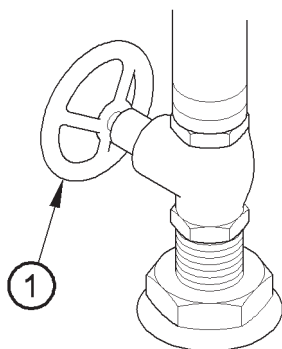

Figure 4
1. Vérifiez que la prise d'eau est fermée (Figure 4, repère 1).